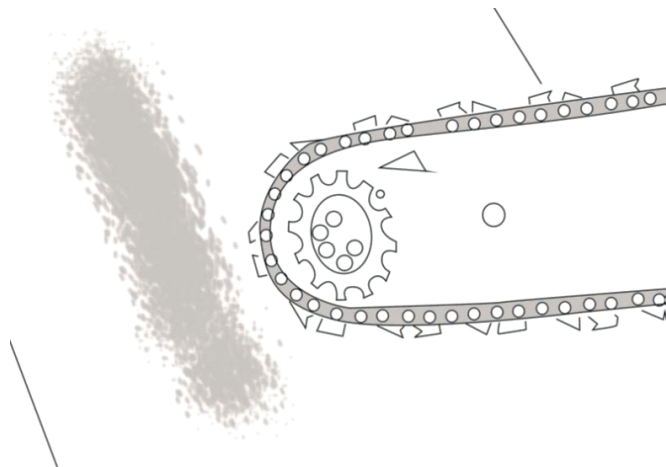

Рис. 26. Нормальная работа системы смазки цепи
- Через несколько секунд на поверхности должны появиться следы цепной смазки. Если этого не произошло, то вам необходимо прочистить масляные отверстия на шине (рис. 26).